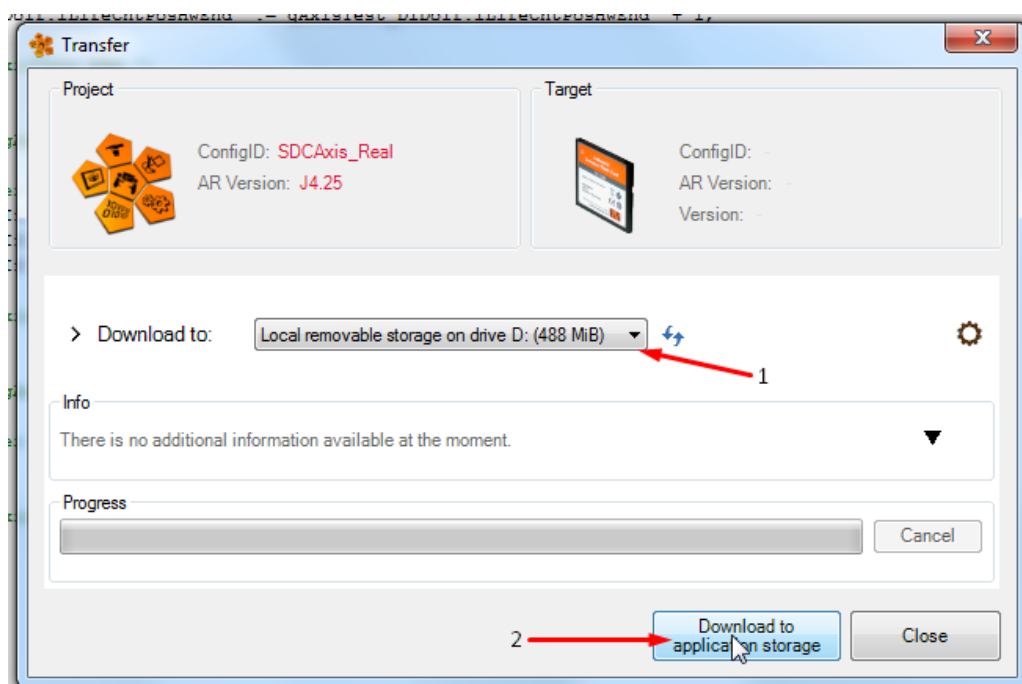
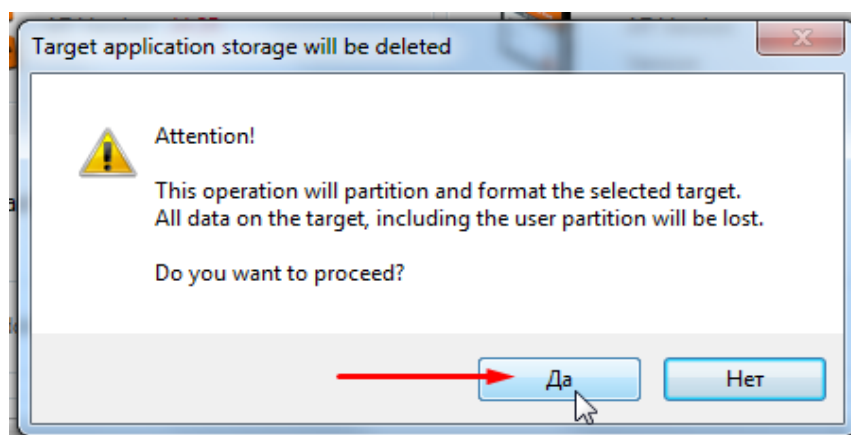
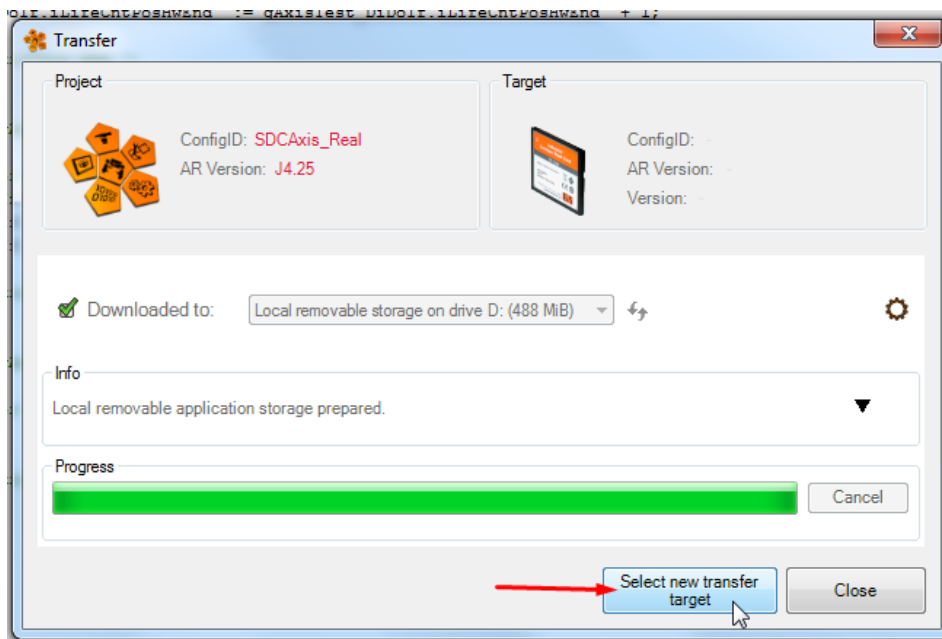

Рисунок 4.5.18 Загрузка программы на карту памяти.
Рисунок 4.5.19. Форматирование карты памяти.
Рисунок 4.5.20. Расширенный выбор типа данных переменной.
1.2.2. Выбрав карту памяти ([1] на рис. 4.5.18), нажать на кнопку загрузки ([2] на рис. 4.5.18). Согласиться с форматированием карты (рис. 4.5.19) памяти и выйти из окна загрузки программы (рис. 4.5.20).